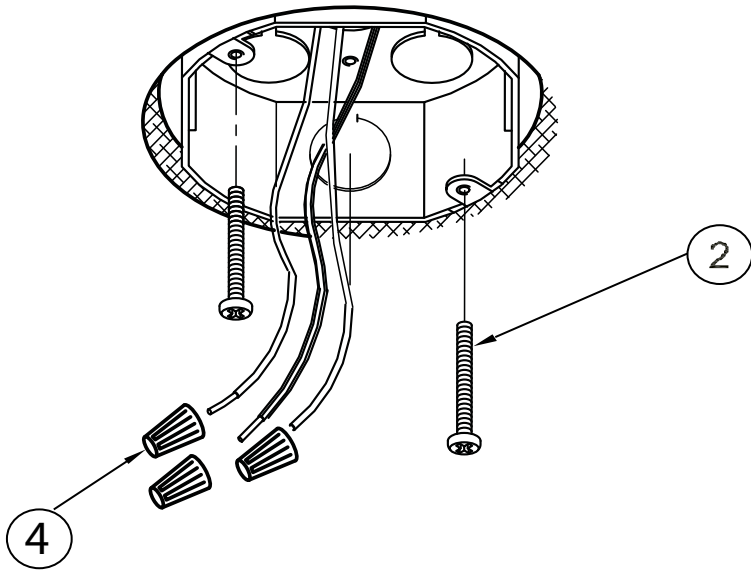

Figure 2
2. Thread two 1.5" Screws (2) about ¼" into junction box. **See Fig 2.**
3. Ground fixture by lifting Fixture Housing (3) to junction box and connect the bare copper ground wire from the junction box and the green ground wire from the fixture with a wire nut (4). **See Fig 2.**
4. Use Wirenuts (4) to connect the black fixture wire to the black power supply wire and the white (*neutral*) fixture wire to the white power supply wire. **See Fig 2.**
5. Hold Fixture Housing (3) in one hand and with the other hand position wires up into junction box.
6. Position Fixture Housing over junction box, aligning keyholes in Fixture Housing with two Screws (2) previously mounted to the junction box. Rotate the fixture housing to locate the Screws in the slots and tighten Screws to secure the housing against ceiling. **See Fig 2.**
2. Enrosque (2) tornillos de 1.5" como ¼" dentro de la barra transversal. Vea Fig. 2
3. Accesorio de tierra levantando Fixture Vivienda (3) a la caja de conexiones y conecte el cable a tierra de cobre desnudo de la caja y el alambre verde de tierra del aparato con una tuerca para cable Vea Fig. 2
4. Use Capuchones de Alambres para conectar el alambre negro de la luminaria al alambre negro suplidor de electricidad y el alambre blanco (neutral) de la luminaria al alambre blanco suplidor de electricidad. Vea Fig. 2.
6. Coloque caja de la luminaria sobre la caja de ensambladura alineando los agujeros de la caja de la luminaria con los tornillos que extienden de la barra transversal previamente montados a la caja de ensambladura. Gire la caja de la luminaria hasta localizar los tornillos en las ranuras y apriete los tornillos para asegurar la caja de la luminaria contra el techo. Vea Fig. 2.